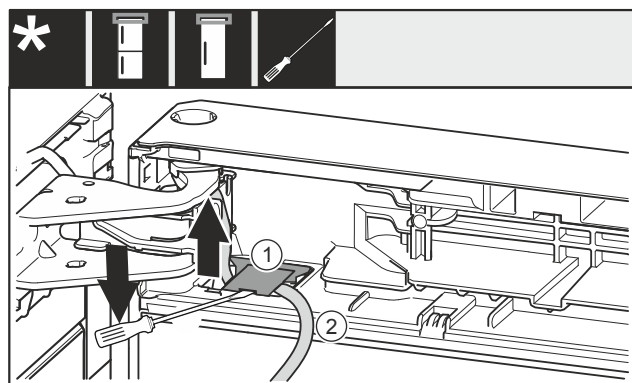

Fig. 23
- ▶ 使用带槽螺丝刀抬起盖板 Fig. 23 (1)，并将其拉出。
- ▶ 拉出电缆 Fig. 23 (2)。